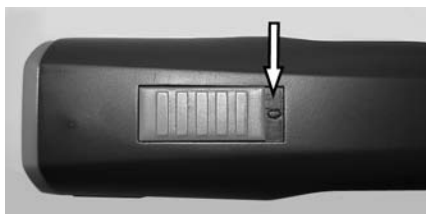

Fig. 4 Interrupteur position arrêt ("0")
1. Examinez les contacts de la tondeuse (1) et de la batterie (2) sur des corps étrangers et des saletés.
2. Assurez-vous que l'interrupteur de la tondeuse est en position arrêt ("0") (fig.4).
1. Mettez l'interrupteur à la position arrêt "0" (fig. 4).
2. Appuyez le verrouillage de la batterie (2) des deux côtés vers l'intérieur et enlevez la batterie (1) de la tondeuse.